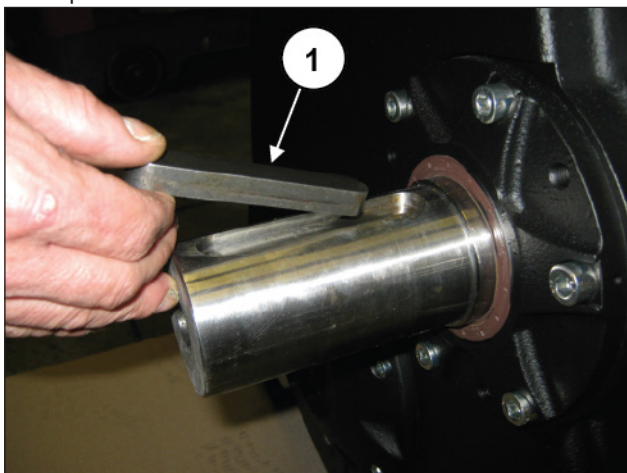

Fig. 144
Introducir la lengüeta en el eje PTO (pos. ①, Fig. 144).